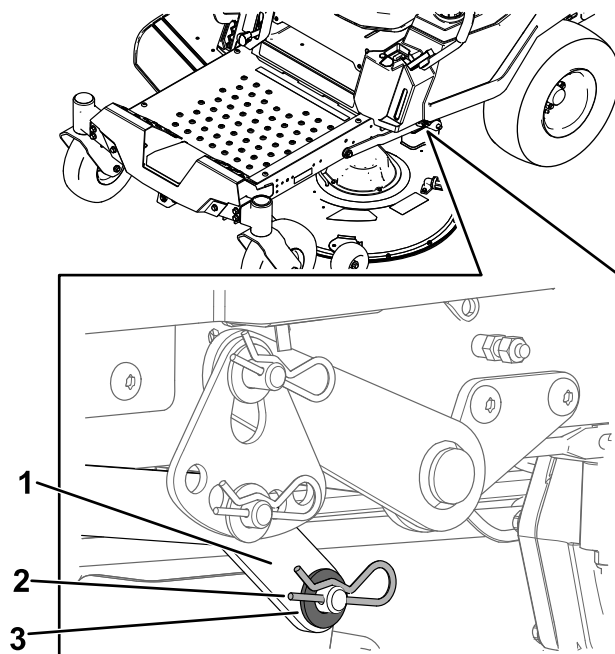

Figuur 72
- Verwijder de R-pen uit de voorste steunstang en neem de stang uit de beugel van het maaidek (Figuur 72).
8. Bevestig de voorste steunstang aan het maaidek met de gaffelpen en de R-pen (Figuur 72).